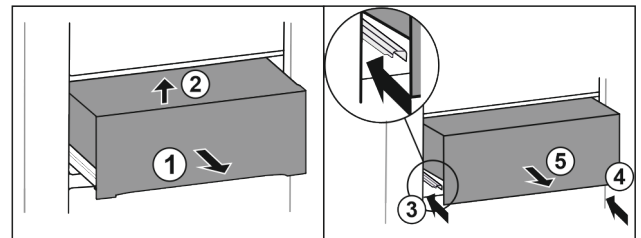

Fig. 32
- ▶ Schubfach halb herausziehen Fig. 32 (1).
- ▶ Vorne anheben Fig. 32 (2).
- ▶ Linke Schiene einschieben Fig. 32 (3).
- ▶ Rechte Schiene einschieben Fig. 32 (4).
- ▶ Schubfach nach vorne entnehmen Fig. 32 (5).